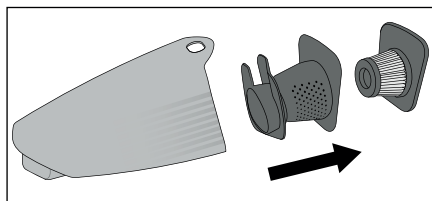

Fig. 3
- 3) Sfilare innanzitutto il filtro HEPA **6** e poi il filtro a maglie grosse **7** dal contenitore di raccolta dello sporco **8** (Fig. 3). Battere i due componenti sopra un bidone dell'immondizia o altro recipiente. In caso di necessità si può sciacquare il filtro HEPA **6** con acqua pulita. Farlo poi asciugare completamente all'aria.